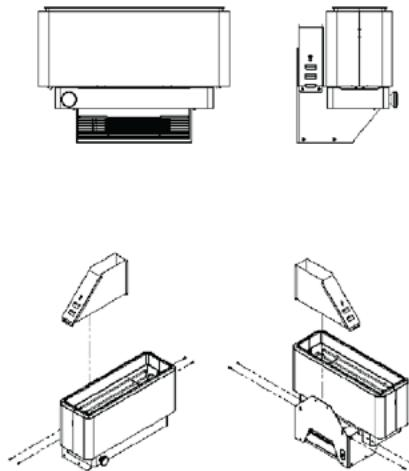

Abbildung 3.2: Entfernung des Abzugssockels
Siehe Abbildung 3.2 bis Abbildung 3.8
- 3.2.1. Lösen Sie die 4 Befestigungsschrauben, mit denen der Abzugssockel befestigt ist, und senken Sie den Abzugssockel ab (Abbildung 3.2).